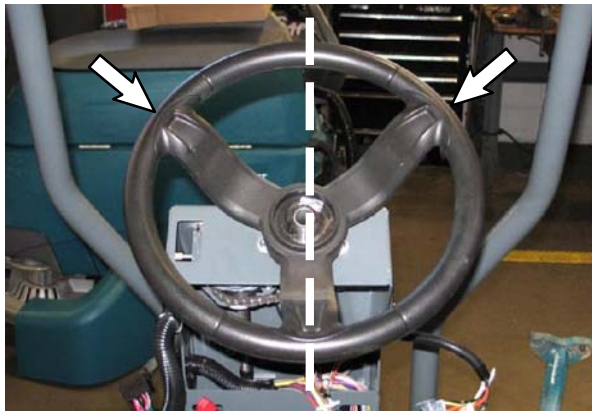

FIG. 43
18. Placez le volant sur la colonne de direction tel qu'indiqué dans la Fig. 43.